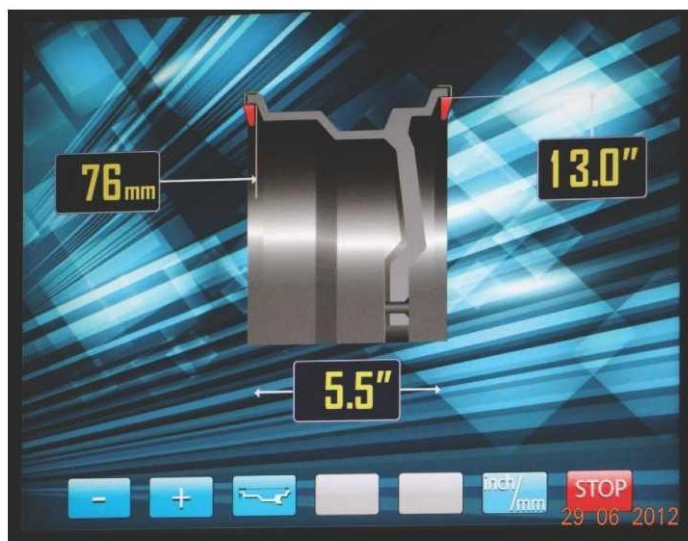

рис.10.2.
При включении питания СБ автоматически устанавливаются исходные параметры « d » и « b », записанные в памяти СБ, которые можно проконтролировать нажимая кнопку A, d, b кнопка 3 на рис.10.2.
В этом режиме функционируют кнопки «-» и «+» для ввода ширины диска, а также для коррекции диаметра диска и дистанции от корпуса СБ до колеса, если требуется их ручная коррекция. Переключение кнопок «-» и «+» для коррекции диаметра и дистанции осуществляется кнопкой A, d, b (кнопка 3 рис.10.2), при этом корректируемая величина выделяется красным цветом, кроме того кнопка A, d, b позволяет перейти к экрану ввода геометрических параметров из экрана основного рабочего режима.
11.2.1. Введите геометрические параметры колеса как описано в п. 10.2 или 10.4. На экране ввода геометрических параметров отображается стандартная балансировка грузами на пружинках рис.10.2 или 10. 4.